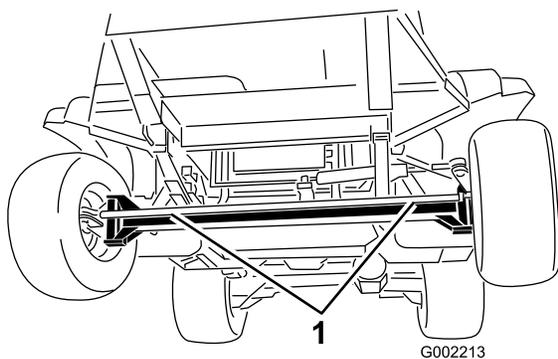
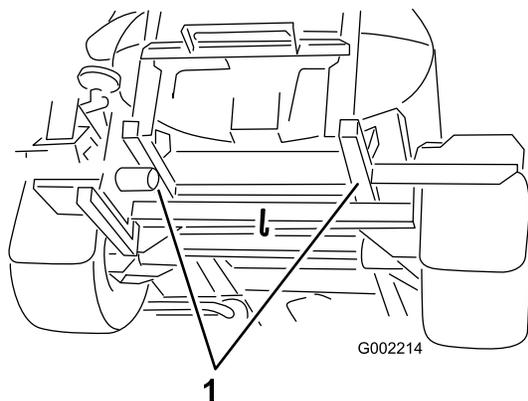

Figura 53
Figura 54
4. Ate um cabo de reboque ao chassis; consulte os pontos de reboque dianteiros e traseiros (Figura 53 e Figura 54).